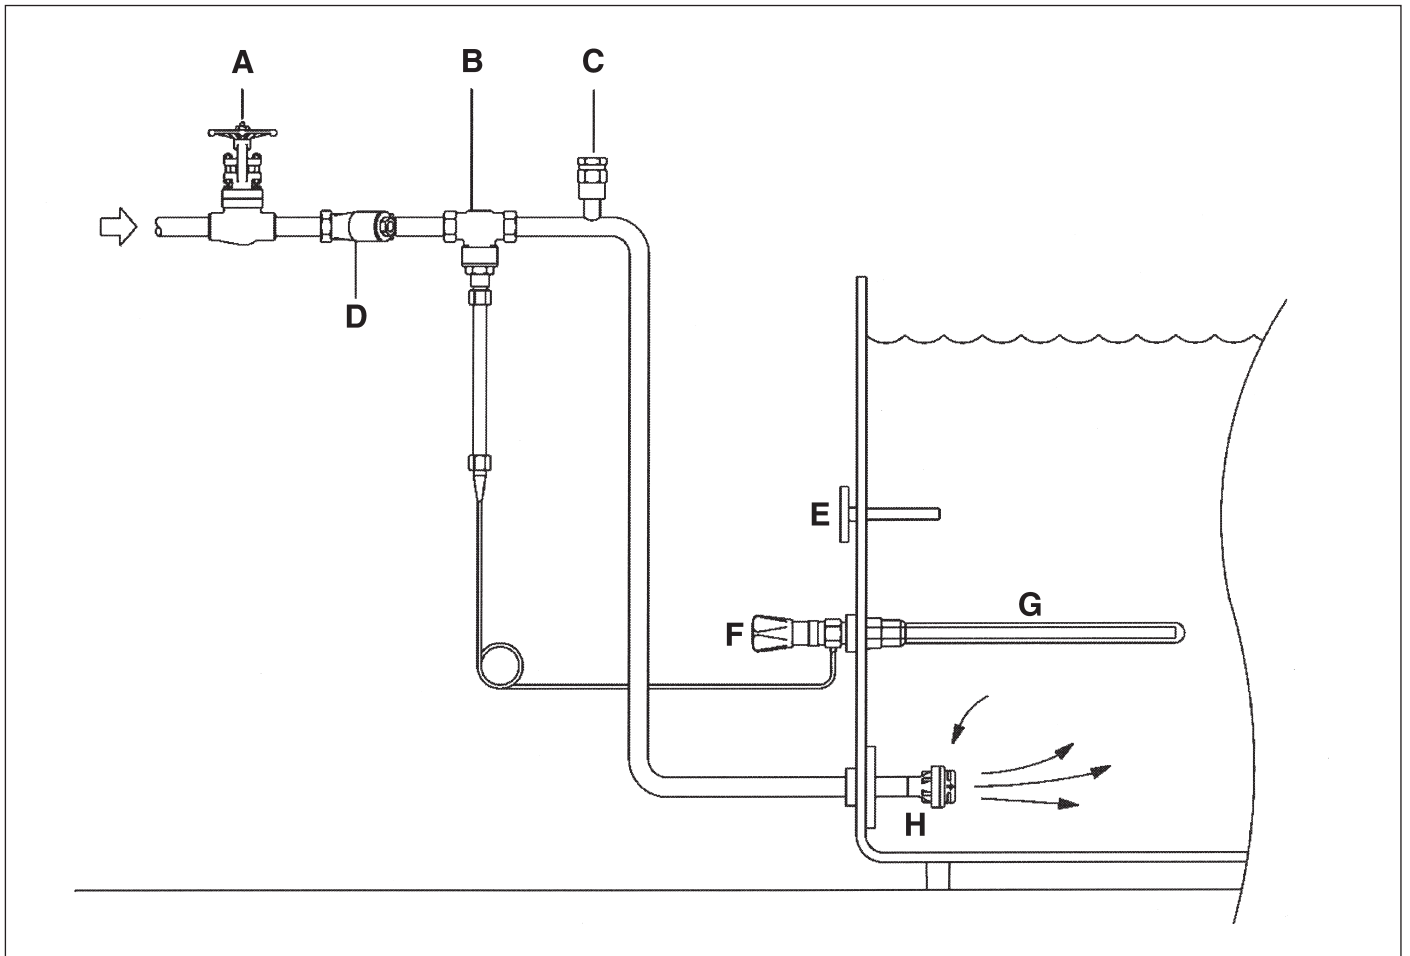

Fig. 3 - Рис. 3
- регулировочный клапан (автоматический регулировочный клапан - рис.3), который регулирует количество пара, подаваемого для достижения требуемой температуры воды.